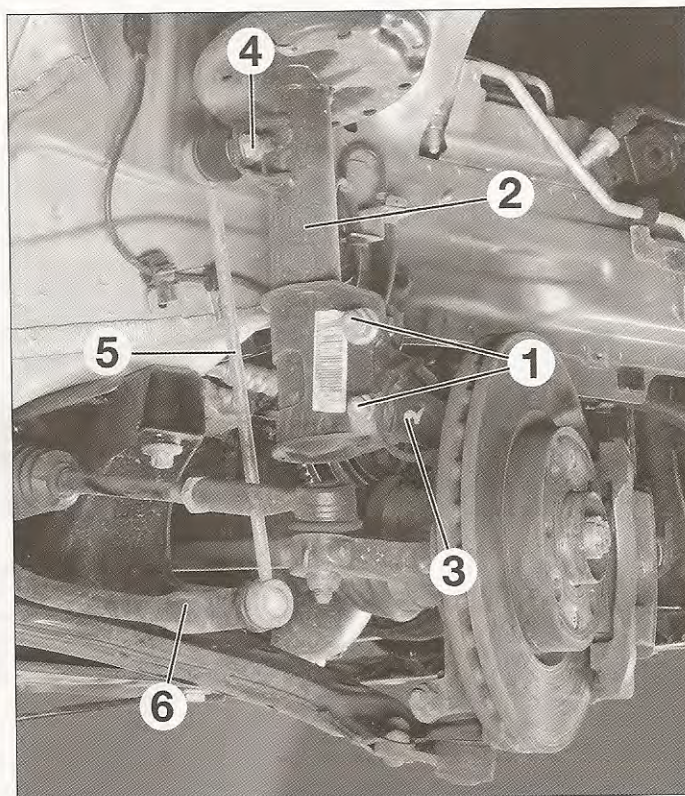

FIG. 3
- los tornillos de fijación inferiores (1) del elemento de suspensión (2) en la mangueta (3) (fig. 3).
- Presentar el elemento de suspensión y montar una tuerca nueva con su copela superior de fijación (8) sin bloquearla enseguida (1).
- Acoplar la rótula superior de la bieleta (5) de barra estabilizadora sobre el elemento de suspensión y apretarla al par (fig. 3).